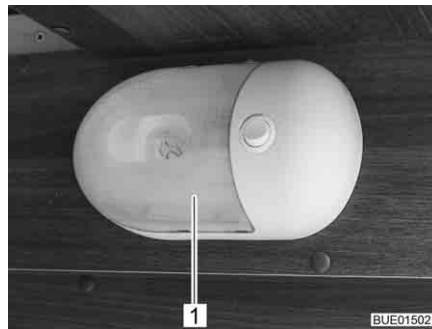

Bild 286 Påbyggnadslampa
*Lampbyte:* ■ Tryck försiktigt samman den transparenta kåpan (Bild 286,1) på båda sidor, dra lätt bort den från brytaren och ta bort den framifrån.